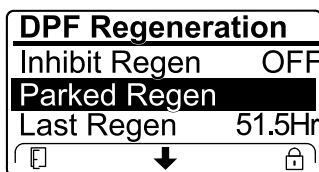

Figure 49
- Si le calculateur moteur demande une régénération d'urgence ou est en train d'en exécuter une, et que vous naviguez jusqu'à l'option PARKED REGEN (régén. en stationnement), la régénération en stationnement se bloque et l'icône de blocage (Figure 49) apparaît en bas à droite de l'InfoCenter.